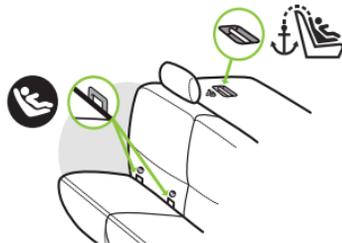

Figure 30
- DUA signifie dispositif universel d'ancrage. Ce terme fait référence aux ancrages intégrés dans un véhicule pour fixer l'ensemble de retenue pour enfant qui consiste en deux ancrages inférieurs situés au pli entre le dossier et le coussin du siège du véhicule et d'un ancrage pour la courroie d'ancrage supérieure derrière le siège du véhicule tel qu'illustré dans la **Figure 30**.